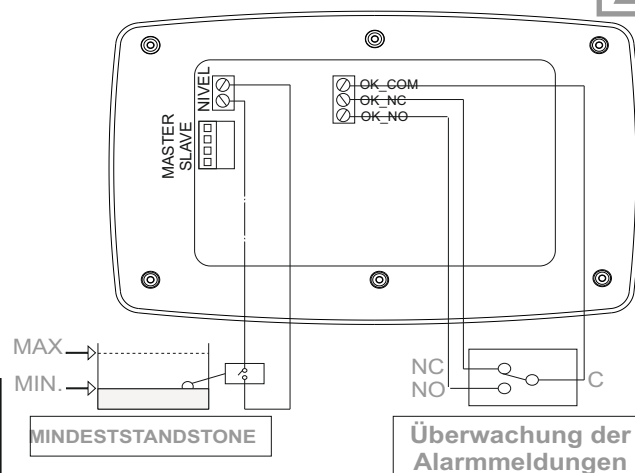

fig. 5
- Anschluss der Mindeststandsonde (optional): Der SPEEDMATIC verfügt über einen Eingang, der die Pumpe ausschaltet, wenn diese ein entsprechendes Signal von der äußeren Mindeststandsonde empfängt. (Fig 5)